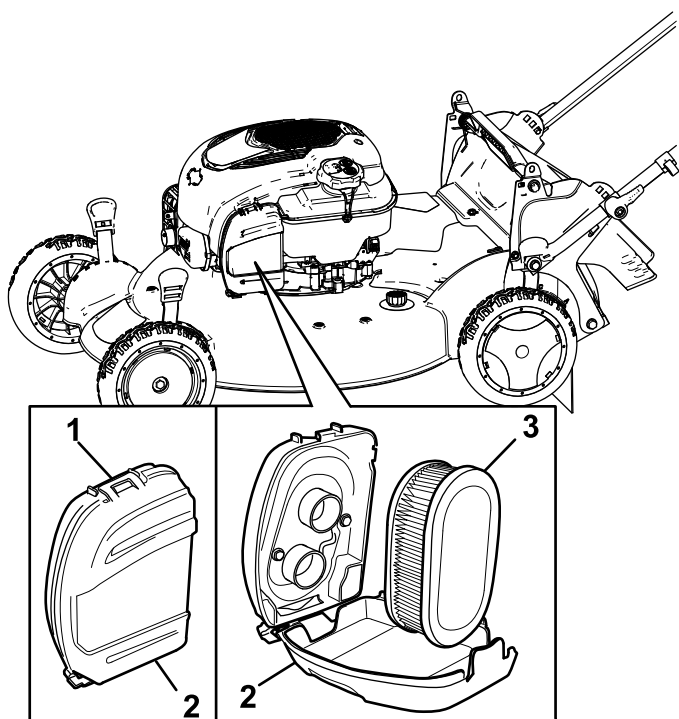

Figura 38
1. Sbloccate la parte superiore del coperchio del filtro dell'aria (Figura 38).
2. Rimuovete il filtro (Figura 38).